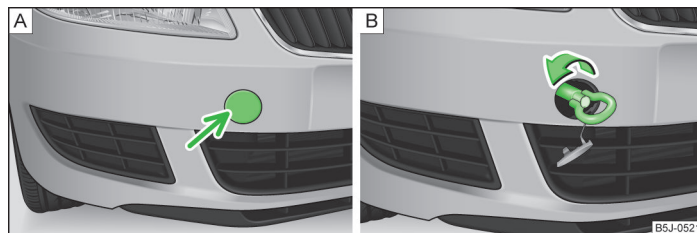

Fig. 147 Parachoques delantero: Caperuza protectora/montaje de la argolla de remolque
- Presionar la mitad izquierda de la caperuza cobertera en la dirección de la flecha 1 » fig. 147 - A.
- Enroscar manualmente la argolla de remolque girándola hacia la izquierda hasta el tope » fig. 147 - B. Para fijar la argolla recomendamos utilizar p. ej. la llave para rueda, la argolla de remolque de otro vehículo u otro objeto parecido que se pueda pasar por la argolla.